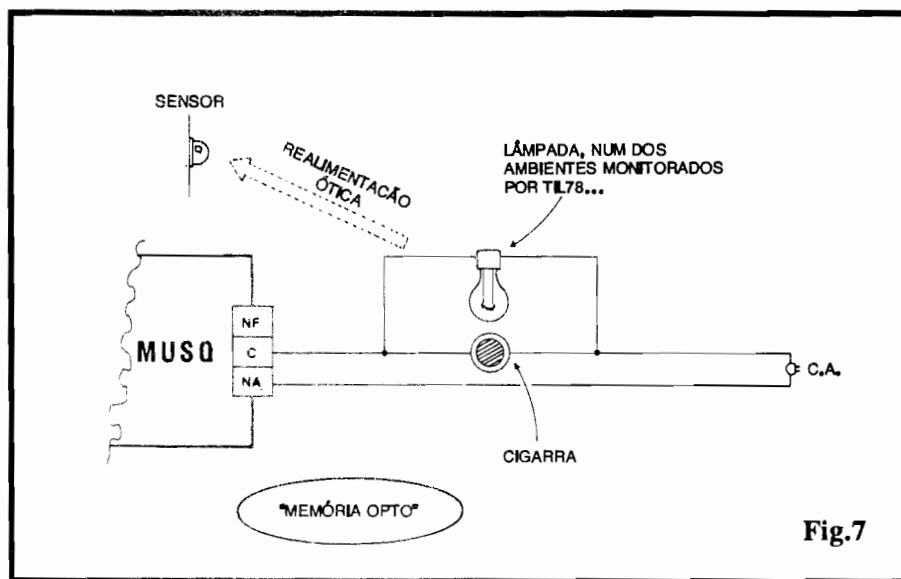

Fig.7
- FIG. 7 - UM INTERESSANTE "TRUQUE" DE "MEMÓRIA" PARA O CIRCUITO (E TAMBÉM UMA UTILIZAÇÃO PRÁTICA BASTANTE VÁLIDA...) - O circuito da MUSO é do tipo que proporciona uma atuação final "momentânea", ou seja: o fechamento do relê apenas se dá enquanto durar a situação excepcional "vista" pelo(s) sensor(es). Essa atuação, um tanto restrita, é fruto da grande simplicidade geral do circuito, que não inclui temporizações ou "memórias" (o que exigiria muitos outros componentes ativos, placa maior, mais peças, mais custo, etc.). Entretanto, sempre existem alguns "truques" extra-circuitais que podem ser aplicados para se obter mais de qualquer arranjo... O circuito aplicativo mostrado no diagrama, é apenas um dos possíveis "truques": como a MUSO reage, basicamente, ao aumento da luminosidade sobre o(s) sensor(es), se a saída "releza-da" acionar, na situação requerida, uma lâmpada estrategicamente localizada, ou seja, capaz de "jogar" a sua luz, ou parte dela, justamente sobre o sensor responsável pelo acionamento, isso criará um link de realimentação ótica ou *feedback*, capaz de manter o sistema em estado de "disparo" permanente...! Conforme vemos no esqueminha, se uma lâmpada e uma cigarra de C.A. forem comandadas pelos contatos Normalmente Abertos do relê, e desde que a tal lâmpada esteja